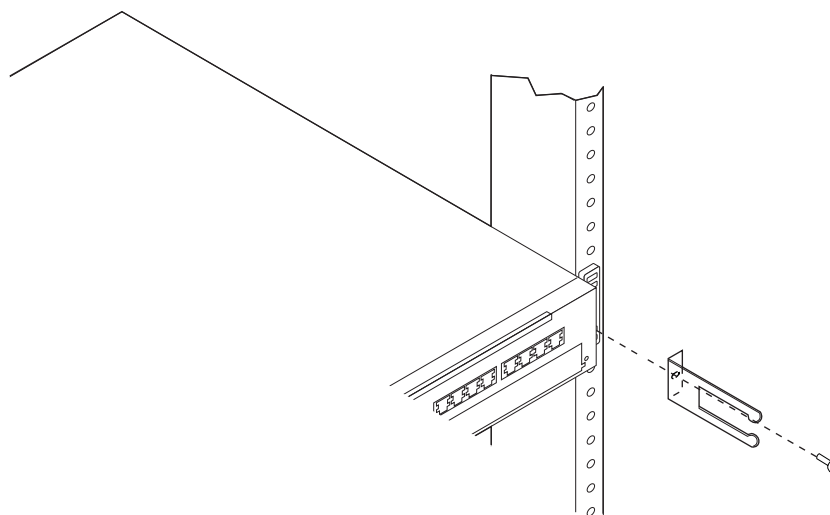

図5. ケーブル処理ブラケットの取り付け
- 右側で、マウント・ブラケットの下側のねじ穴とケーブル処理ブラケットのねじ穴をラックの正しい穴の位置に合わせ、図5 に示すようにねじをはめます。